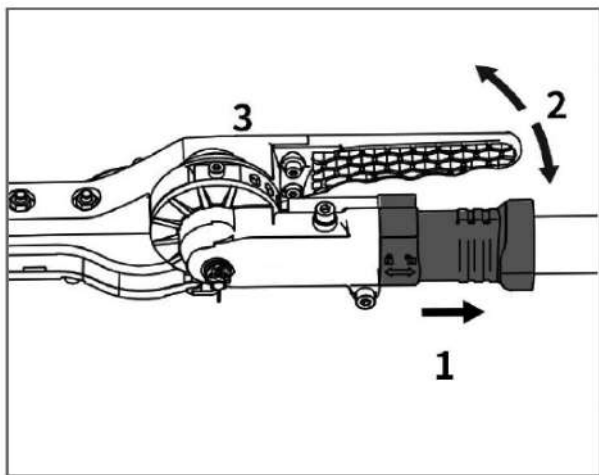
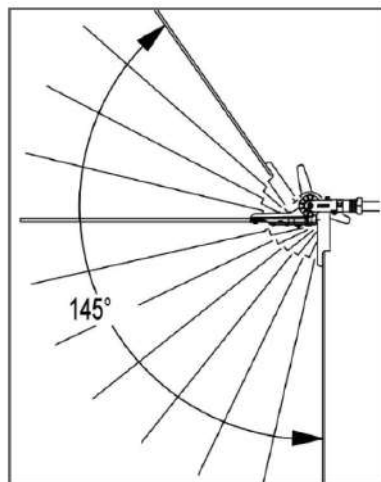

Рис. 5
Рис. 6
- Оттяните фиксатор в сторону двигателя (1).
- Не отпуская фиксатор (1), поверните режущие ножи на требуемый угол наклона за рычаг (2) (рис. 5).
- Отпустите фиксатор (1) и убедитесь, что штифт вставлен в отверстие редуктора (3), и положение ножей зафиксировано.
- Сектор регулировки положения угла наклона ножей составляет 145° (рис. 6).